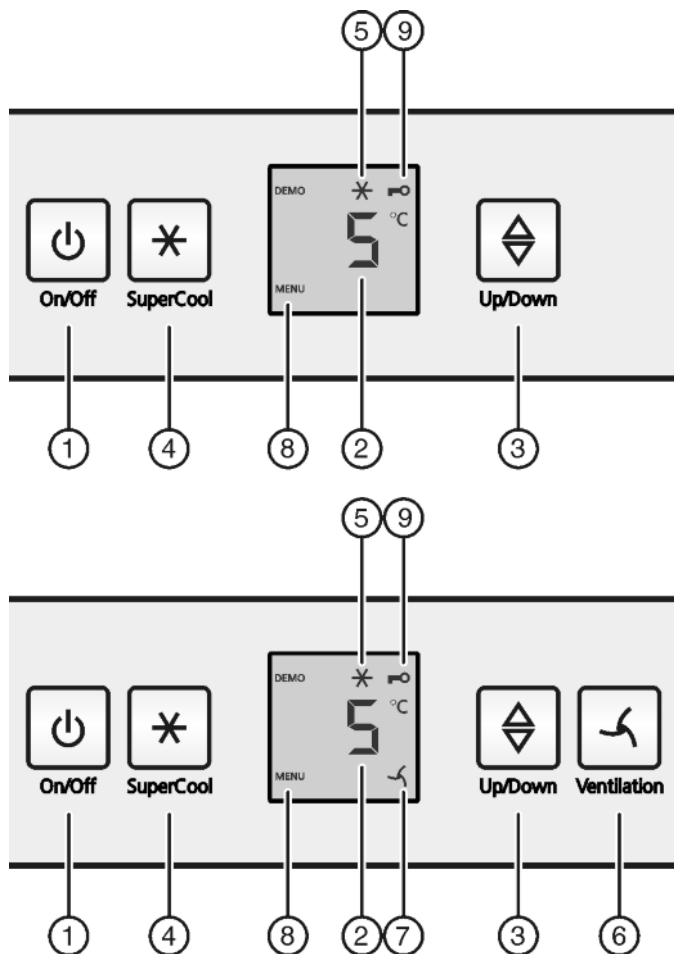

Fig. 2
- ▶ Premere il tasto On/Off Fig. 2 (1).
- ▶ Premere il tasto SuperCool Fig. 2 (4) per ca. 5 secondi.
- ▷ Sul display viene visualizzato il simbolo menu Fig. 2 (8).
- ▶ Confermare brevemente con il tasto SuperCool Fig. 2 (4).
- ▷ Sul display si illumina il simbolo sicurezza bambini Fig. 2 (9).
- ▶ Premere brevemente il tasto On/Off Fig. 2 (1).
- ▶ Richiamare la funzione temperatura: premere il tasto di regolazione Fig. 2 (3).
- ▶ Modificare la temperatura con incrementi di 1 °C: premere il tasto di regolazione Fig. 2 (3) fino a quando nel display della temperatura non si illumina la temperatura desiderata.
- ▶ Premere brevemente il tasto SuperCool Fig. 2 (4).
- ▶ Il simbolo SuperCool Fig. 2 (5) si illumina nel display.
- ▶ Il simbolo SuperCool Fig. 2 (5) si spegne nel display.
- ▶ Premere brevemente il tasto Ventilation Fig. 2 (6).
- ▶ Il simbolo Ventilation Fig. 2 (7) si illumina.